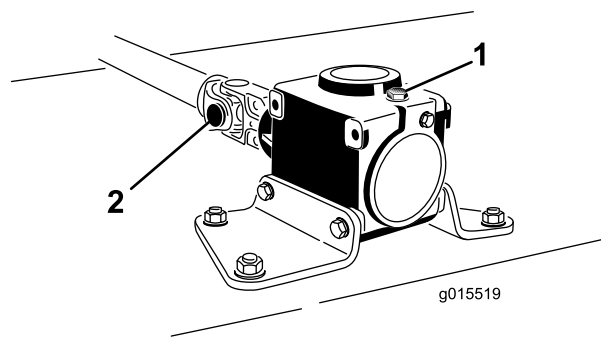

Bild 3
- Nehmen Sie den Spannstift aus dem Endjoch und der Getriebewelle (Bild 3). Bewahren Sie den Spannstift für später auf.
- Lösen Sie die zwei Kopfschrauben und die Sicherungsmuttern (Bild 3).